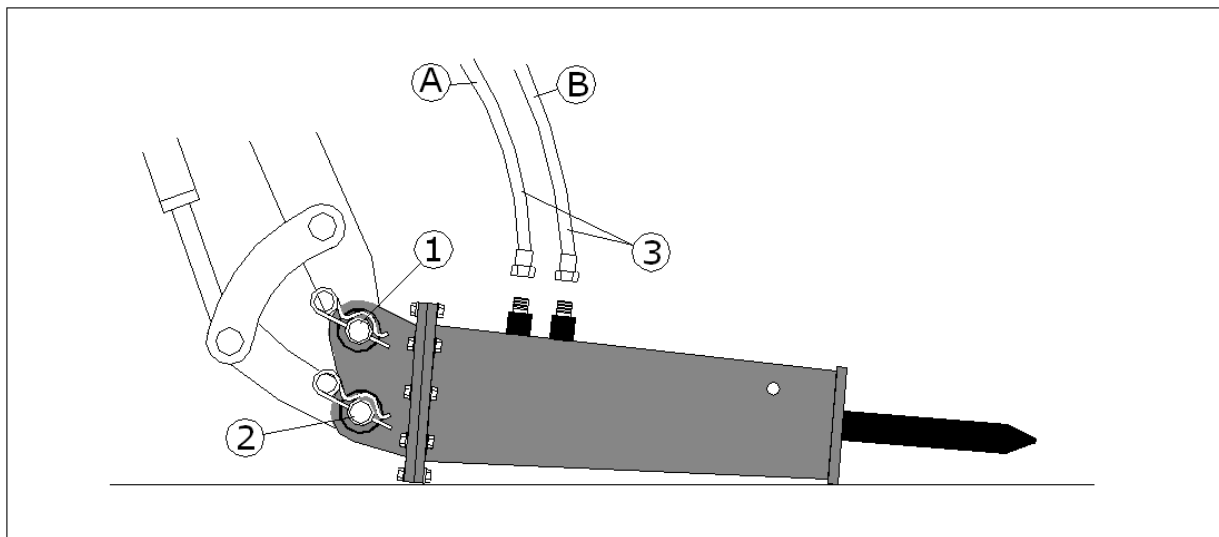

Abb. 8
1. Abbruchhammer wie in Abb.8 gezeigt in Stellung bringen. Langsam den Arm der Arbeitsmaschine senken, bis die Bohrung des Arms über der der Abbruchhammerhalterung (1 Abb. 8) liegt, Sperrbolzen einschieben und mit dem dazugehörigen Stift blockieren.
2. Die Kurbelstange des Arms hin- und herbewegen, bis die Bohrungen auf der Kurbelstange und der Abbruchhammerhalterung übereinanderliegen (2 Abb. 8). Bolzen einschieben und mit Stift blockieren.
- Förderleistung Anschlussdurchmesser 1/2" (A, Bild 8) - Auslass Anschlussdurchmesser 3/4" (B, Bild 8).
- Förderleistung Anschlussdurchmesser der Schnellkupplung 3/4" (A, Bild 8) - Auslass Anschlussdurchmesser der Schnellkupplung 1" (B, Bild 8).